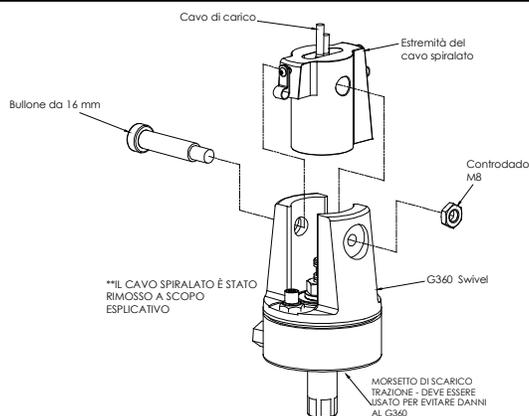

Fig. 6B1. G360™, bullone e cavo spiralato.
**6B.4** Una volta che il cavo di carico, l'estremità del cavo spiralato e il perno G360™ sono allineati, sostituire il Bullone da 16 mm da 16mm così da fermare il cavo di carico, l'estremità del cavo spiralato e il perno G360™ (**fig. 6B1**, pagina 15).